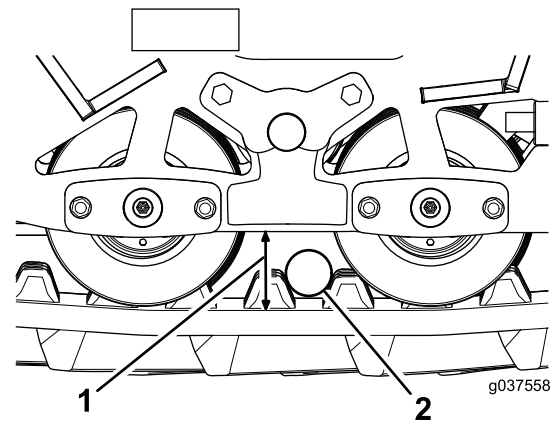

Figura 25
4. Mida la distancia (holgura) entre la superficie interior de la oruga y la viga de la oruga (Figura 25).